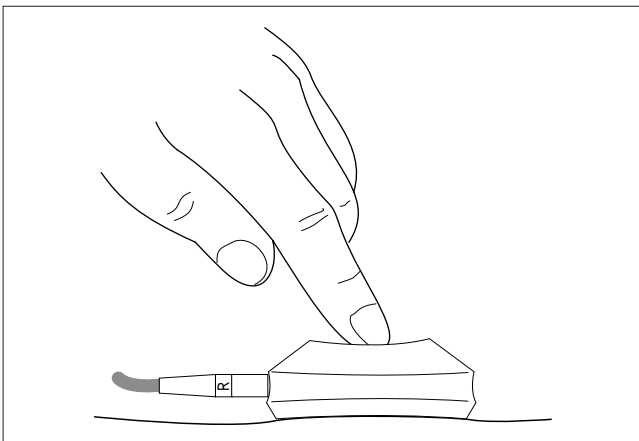

Bild 4-2. Anlegen der Elektrode
- \* Plazieren Sie die Elektrode auf der Abnahmestelle und drücken Sie leicht auf den Saugdom (Bild 4-2).